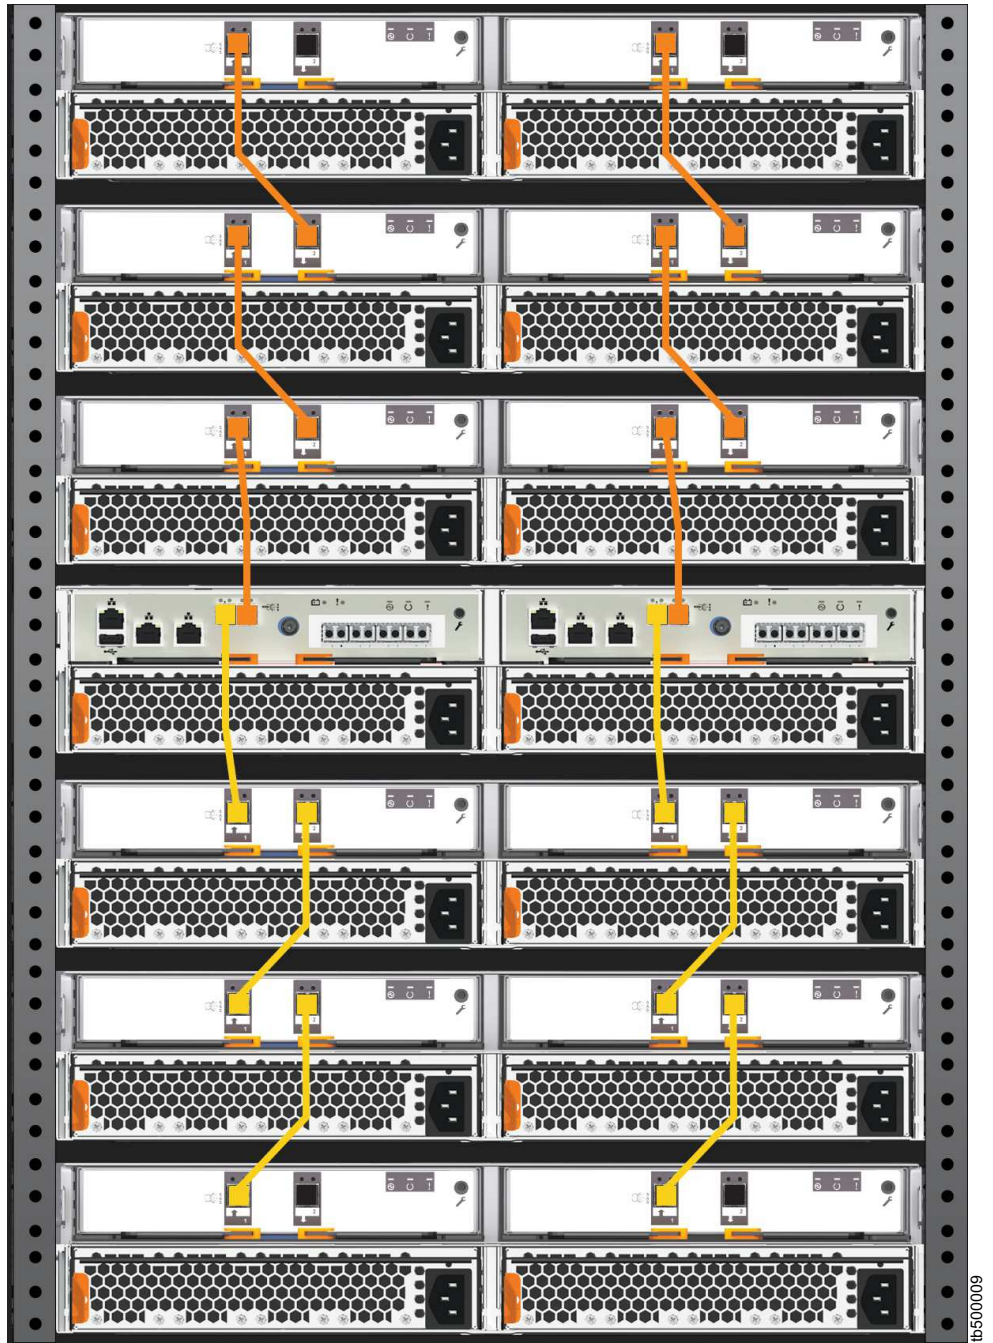

图 20. 将 SAS 电缆连接到 Storwize V5030 系统
第 25 页的图 20 显示如何在 Storwize V5030 或 Storwize V5030F 系统上连接 SAS 电缆。在此图中，两条扩展链连接到 Storwize V5030 系统。
2. 要将第二条扩展链添加到 Storwize V5030 控制机柜中，请使用提供的 SAS 电缆将控制机柜连接到机架位置 2 中的扩展机柜，如 图 20 中所示。
3. 如果安装了多个扩展机柜，请将每个扩展机柜连接到链中的前一个扩展机柜；使用两根用于迷你 SAS HD 间连接的电缆，如 第 25 页的图 20 中所示。